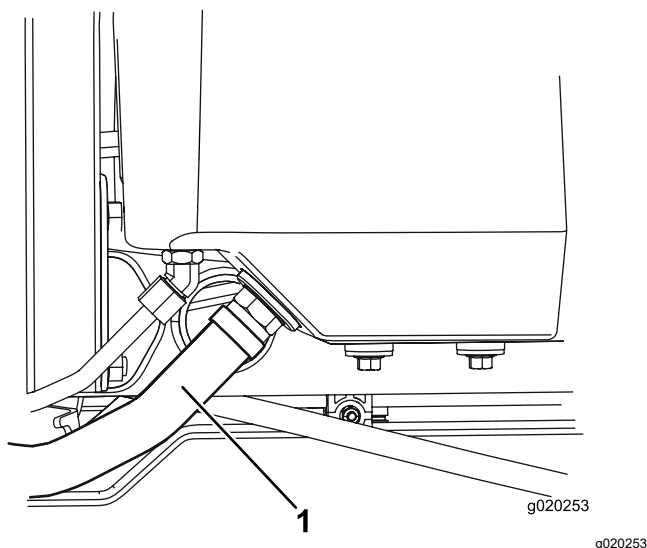

Figure 81
2. Débranchez le gros flexible hydraulique (Figure 81) du réservoir et faites couler le liquide hydraulique dans un bac de vidange.